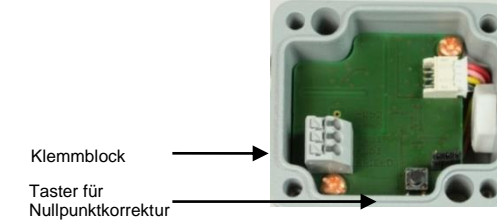

Abb. 3 Anschlussschaltbild
Der DPT 100 kann über eine Taste Nulliert werden. Drücken Sie dazu die Taste (Abb. 3) ca. 3 Sekunden.
2. Drücken Sie die Taste (Abb. 3) ca. 3 Sekunden!